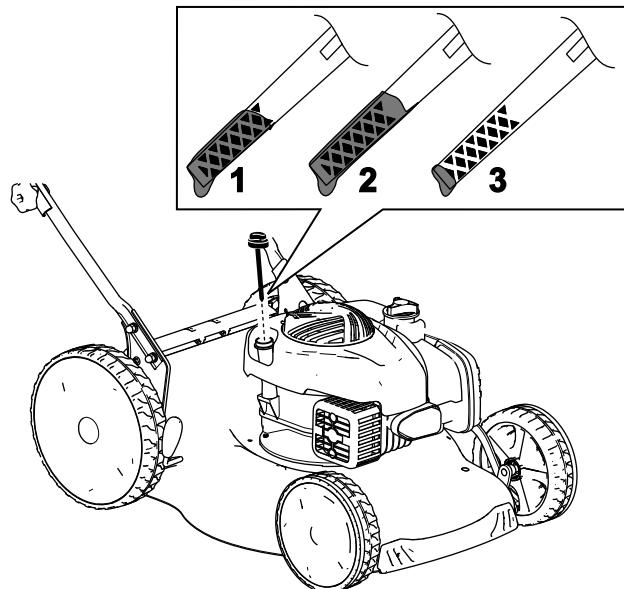

Figura 7
- 7. Observe en la varilla el nivel de aceite (Figura 7).
2. Retire la varilla girando el tapón en el sentido contrario a las agujas del reloj y tirando del mismo (Figura 7).